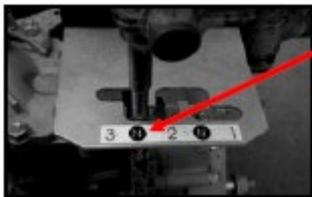

FIGURA 8 (La lettera "N" indica la posizione neutra)
- ① Posizionare l'asta del cambio in folle (vedi figura 8)